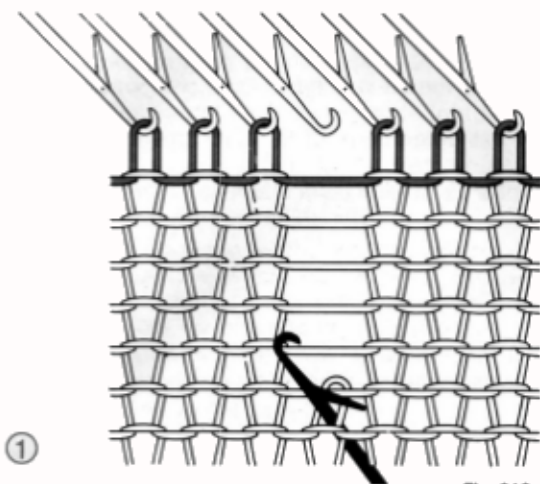

Fig. 218
- Pousser le remailleur à travers le tricot, de sorte que la maille glisse derrière le clapet et que le fil transversal soit dans le crochet (fig. 218),